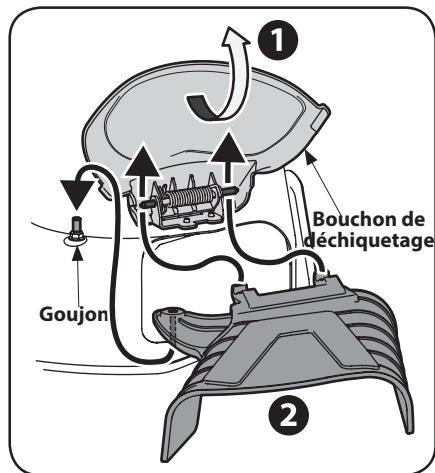

Figure 2-13
1. Relevez le bouchon de déchetage qui se trouve sur le côté de la tondeuse. Voir Figure 2-13.
2. Faites glisser les deux crochets du déflecteur d'éjection sous l'axe de la charnière du bouchon de déchetage et placez le trou du déflecteur sur le goujon du plateau de coupe. Voir Figure 2-13. Abaissez le bouchon de déchetage.